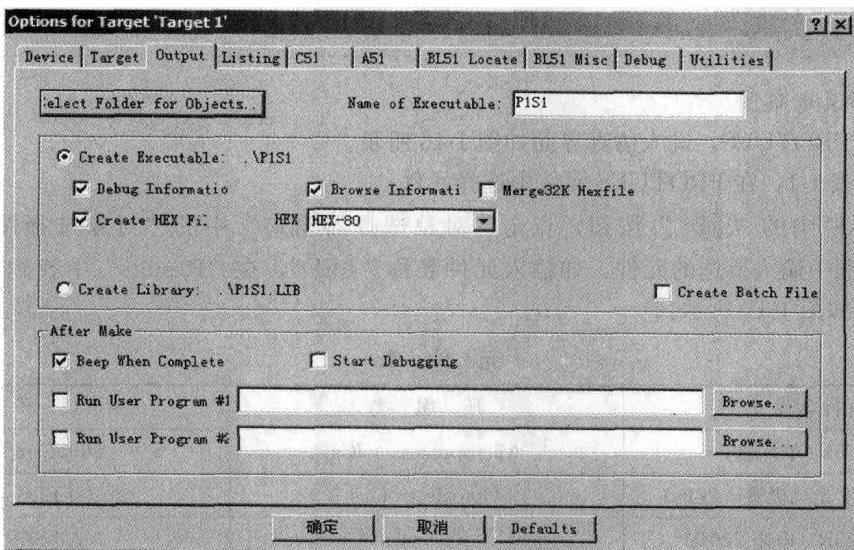

图 1-14 建立 HEX 文件
1) 右击“Target 1”，弹出“Options for Target ‘Target 1’”对话框，选择“Output”选项卡，在“Name of Executable”输入可执行文件名，默认名同工程名，如我们前面建立的工程名为 P1S1，将“Create Executable”中的“Create HEX file”选中（打√），如图 1-14 所示。点击“确定”。这时将要建立的可执行文件就存在和工程同一文件夹中（也可点击“Select Folder for Objects”选择保存位置）。